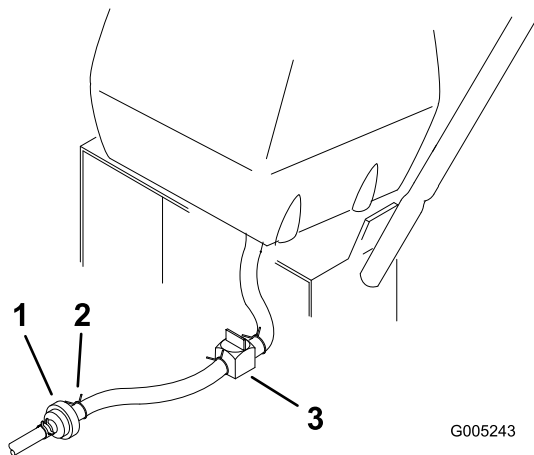

Figura 31
3. Cierre la válvula de cierre de combustible del depósito de combustible (Figura 31).
4. Apriete los extremos de la abrazadera y deslícela por el tubo alejándola del filtro (Figura 31).
5. Retire el tubo de combustible del filtro (Figura 31).
7. Abra la válvula de cierre de combustible del depósito de combustible (Figura 31).